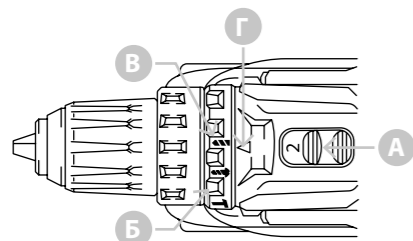

Рисунок 2.3.5. Работа в режиме сверления
- 1 Переведите переключатель скорости «А» (рисунок 2.3.5.) на отметку 2.
- 2 Отрегулируйте кольцо выбора режима «В» (рисунок 2.3.5.) на отметку «сверление».
1 Переведите переключатель скорости «А» (рисунок 2.3.5.) на отметку 2.
2 Установите переключатель «В» (рисунок 2.3.5.) на символ «ударное сверление».